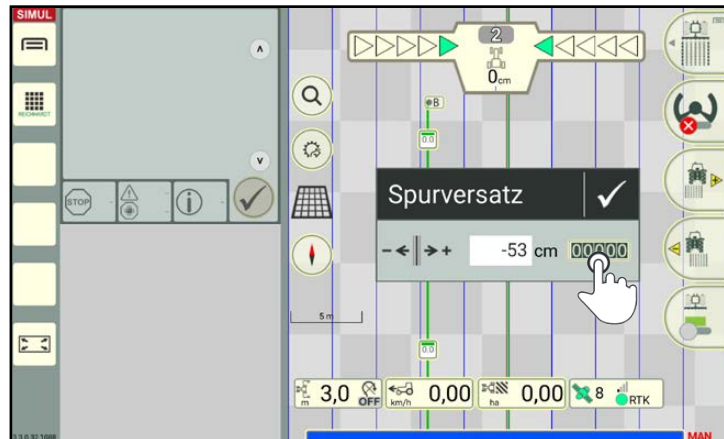

Abb. 167: Spurversatz zurücksetzen
2. Tippen Sie auf den Reset-Button (000000), um den Spurversatz zurückzusetzen (siehe Abb. 167).